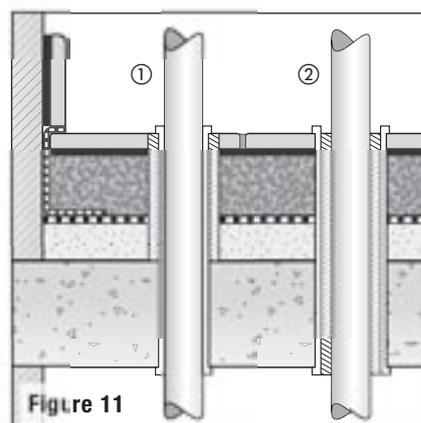

Figure 11
4.3 Désolidarisation des canalisations (figure 11)